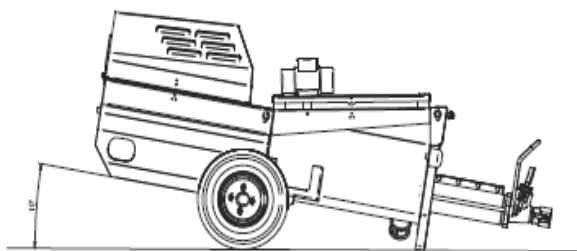

FIG.5
8. TRASPORTABILITÀ (fig.3), SOLLEVAMENTO (fig.4), TRAI-NABILITÀ (optional fig.5)
La macchina deve sempre essere in piano: l'inclinazione in basso della pompa a vite favorisce l'uscita del materiale (fig 5).
In caso di emergenza per arrestare la macchina premere il pulsante rosso di emergenza (rif.9). Per isolare la macchina girare l'interruttore principale in posizione 0 e quindi staccare la presa di alimentazione elettrica (rif.1fig.5): si arrestano tutti gli organi in movimento.